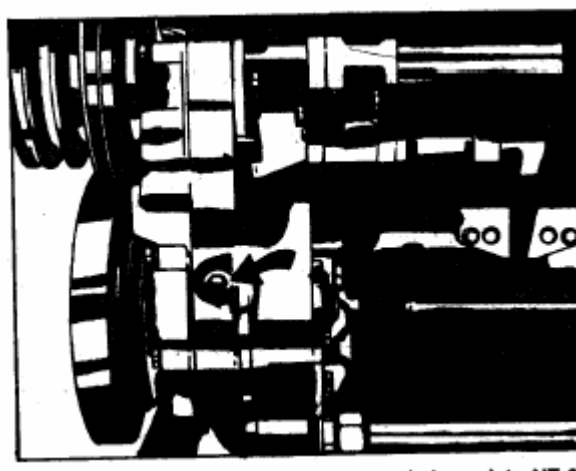
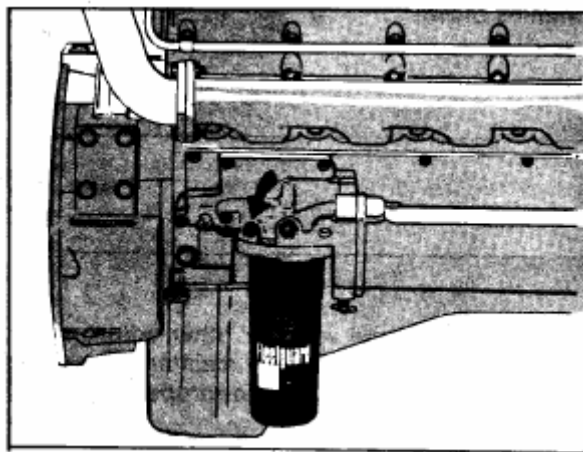

Рис.1-1. (OM1001L). Точка заливки системы смазки - двигатель NT-855 C.I.D
Рис.1-2. (OM1002L). Точка заливки системы смазки - двигатель VT-903 C.I.D
2. Снимите пробку с поперечного проходного канала для подачи смазывающего масла на двигателе NH/NT-855, рис.1-1. Снимите пробку с горловины корпуса маслофильтра на двигателях V, рис.1-2, 1-3, 1-4, 1-5 и 1-6. На двигателях KT/КТА19, снимите пробку, которая находится на лицевой стороне корпусе масляного радиатора, рис.1-7.